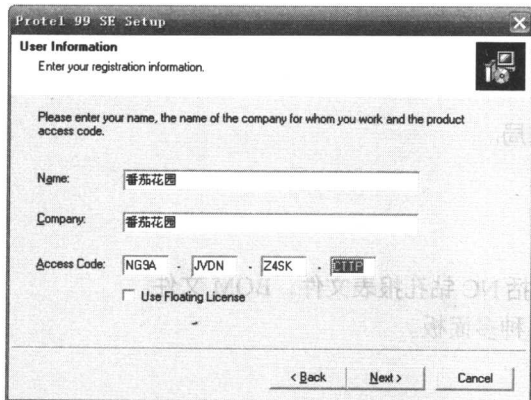

图 1-2 Protel 99 SE 的用户信息和使用许可码
(2) 单击 **Next >** 按钮, 弹出如图 1-2 所示的对话框, 在该窗口中输入相关内容即可。